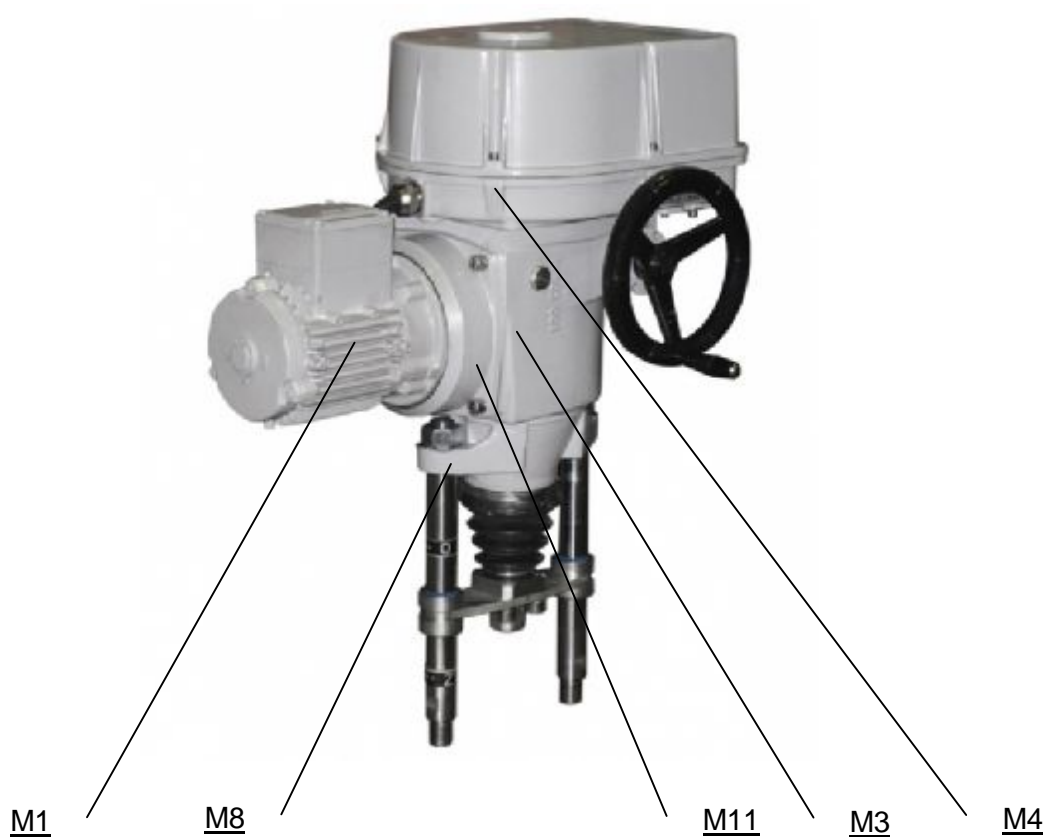
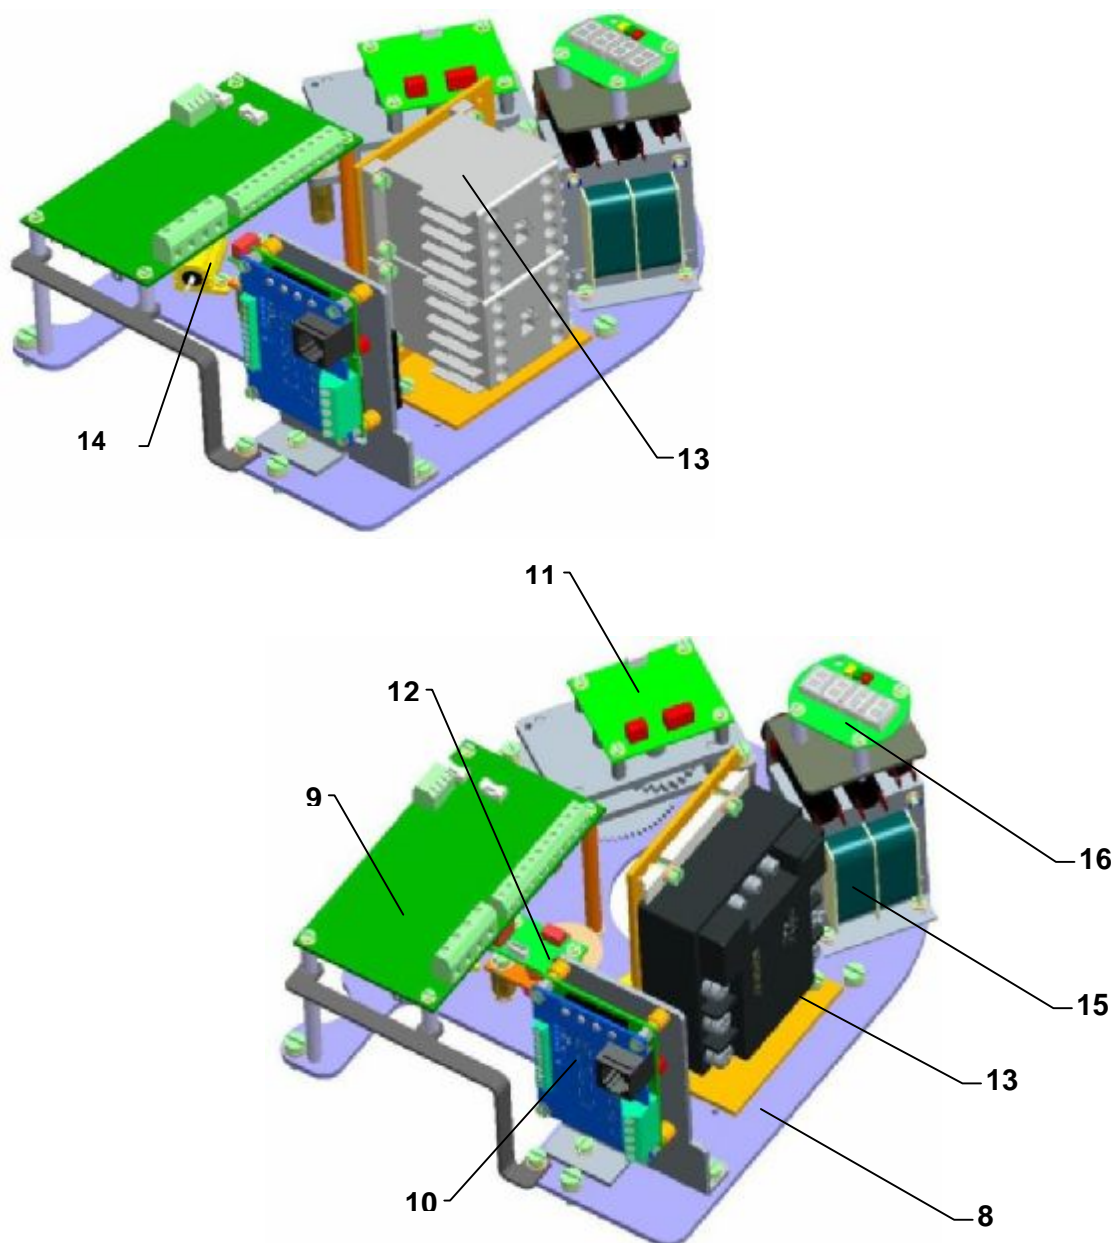

Рис.1
Рис.3 - MTR 3PA – 3 фазный
ЭП MTR 3PA имеют компактную конструкцию с некоторыми присоединенными модулями. ЭП состоят из двух своими функциями отличающимися главных частей (**рис.1**):
Модуль М4 – шкаф управления (рис. 1)
Нижняя часть шкафа управления включает шкаф силовой передачи и создает несущую часть передачи управляющей плиты (Рис.3 и Рис.3а).
Рис.3а - MTR 3PA – 1 фазный
Основные части ЭП (Рис. 1, 2, 3, 3а):
Приводная часть ЭП – **электродвигатель (M1) (Рис.1)**, питаемый из **доски источника (9)**(рис.3,3а) и управляемый из **блока управления (10)**(рис.3,3а) электроники DMS3.
На доске управления (8) (рис.3,3а) установлено отопительный элемент (14) (рис.3,3а).
Блок управления (10) рис.3,3а) – главная часть системы DMS3 – содержит микропроцессор, 6 сигнальных LED ламп и 4 кнопки для простой настройки и контроля ЭП, коннекторы для подключения датчика и доски источника и коммуникационный коннектор (подключение PC компьютера для настройки и диагностики), 2 свободно программируемые реле R1 и R2, 1 реле READY и клеммы для электрического питания.
Блок съема положения (11) (рис.3,3а) – обеспечивает бесконтактный магнетический съем положения выходного органа.
Блок съема момента/силы (12) (рис.3,3а) – обеспечивает бесконтактный съем момента/силы.
LED дисплей (16) (рис.3,3а) – предназначен для изображения моментального положения выходного органа ЭП, для отчета и изображения эвентуальных погрешностей, которые могут явиться во время работы ЭП. Сигнализация хода ЭП и ошибок индикуется и при помощи LED диод. LED дисплей применяется только в исполнениях ЭП без местного управления.